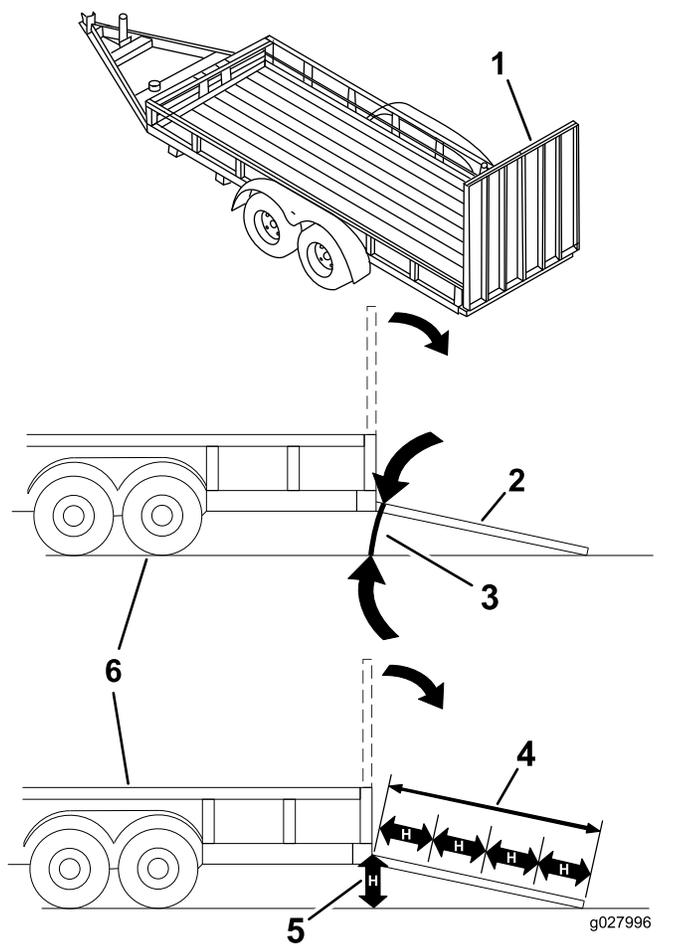

Figura 35
Încărcarea unei maini pe o remorcă sau un camion crește riscul de răsturnare și poate cauza răni grave sau moartea (Figura 35).
3. Coborâți rampa, asigurându-vă că unghiul dintre rampă și sol nu depășește 15 grade (Figura 35).
1. Coborâți rampa, asigurându-vă că unghiul dintre rampă și sol nu depășește 15 grade (Figura 35).